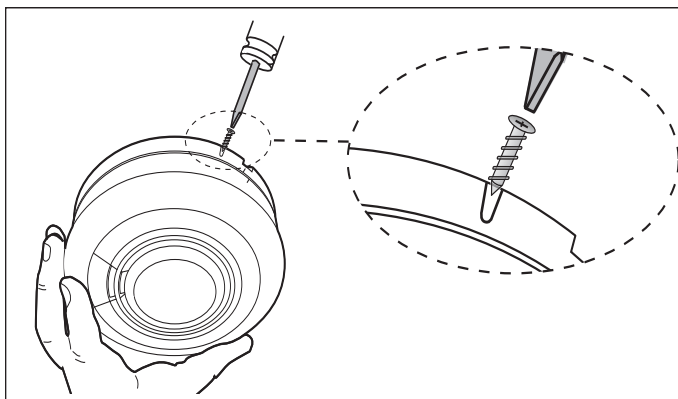

Abb. 11: Eingriffssichere Verschraubung
Falls erforderlich, kann der Funk-Rauchwarnmelder auch mit einer gewindschneidenden Schraube Nr. 2 oder Nr. 4 (2 bis 3 mm Ø – nicht im Lieferumfang des Funk-Rauchwarnmelders) mit einer Länge von 6 bis 8 mm zusätzlich gesichert werden. So werden Funk-Rauchwarnmelder und Sockel fest miteinander verbunden (siehe Abb. 11).
- Stecken Sie die Schraube in die in Abb. 11 dargestellte „U“-förmige Vertiefung und schrauben Sie sie fest hinein.